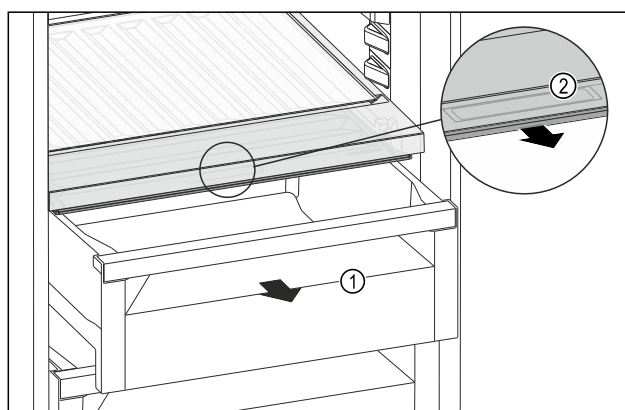

Fig. 197
- Schubfach Fig. 197 (1) herausziehen.
- Griffmulde Fig. 197 (2) am Fachdeckel anfassen und Fachdeckel gleichzeitig nach vorne ziehen.